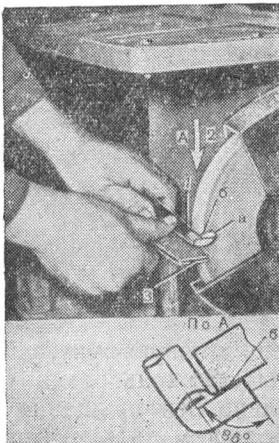

Рис. 12
Заправлять лезвия мелкозернистым оселком из зеленого карбида кремния (см. карту 13, указания к заданию I-12, рис. 12, 13 и 14)
Вспомогательную заднюю поверхность *б* резца *1* (рис. 12) затачивать на торцовой поверхности круга *2* (как единственное исключение). Резец держать левой рукой за тело, установив его на подручник *3*; большим пальцем правой руки поддерживать стержень. Легкий нажим резца на камень создавать левой рукой, перемещая резец влево. После правильной заточки угол между главной задней поверхностью *а* и вспомогательной задней *б* должен примерно составлять $85-87^\circ$ (см. вид по стрелке *А*)
6. Проверить величину заточки угла заострения 7. Заправить режущие кромки головки резца	См. указания к заданию I-5 Заправлять лезвия головки резца мелкозернистым оселком из зеленого карбида кремния. См. карту 13, указания к заданию I-12, рис. 12, 13 и 14